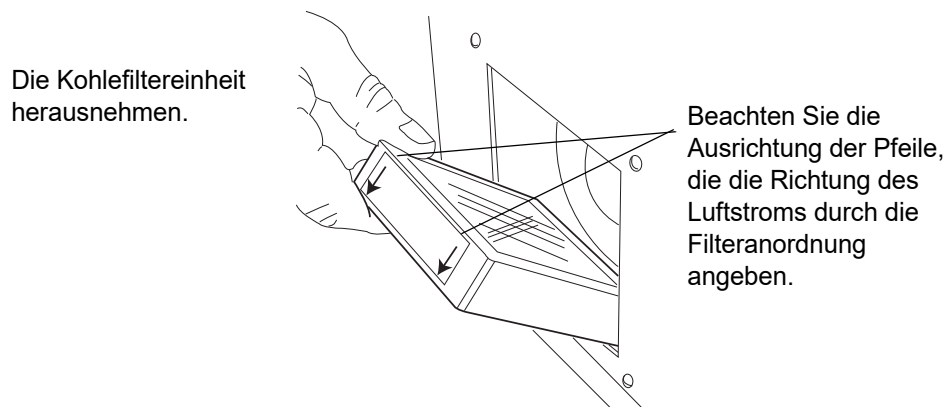

Abb. 4-10 Den Kohlefilter entfernen
2. Den Kohlefilter aus dem Prozessor herausziehen. Es ist zu beachten, dass die Oberseite des Filters mit einem Etikett versehen ist, dessen Pfeile die Richtung des Luftstroms durch das Gerät angeben. Die Pfeile zeigen nach außen, zur Rückseite des Prozessors. (siehe Abb. 4-10).